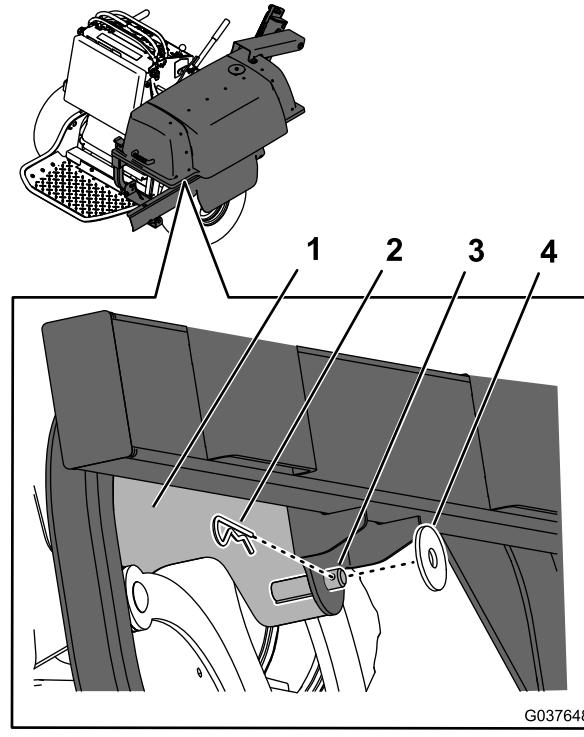

Bild 14
- Befestigen Sie den Rahmen mit einer Druckscheibe und einem Splint am Stift an der hinteren Befestigungshalterung (Bild 14).